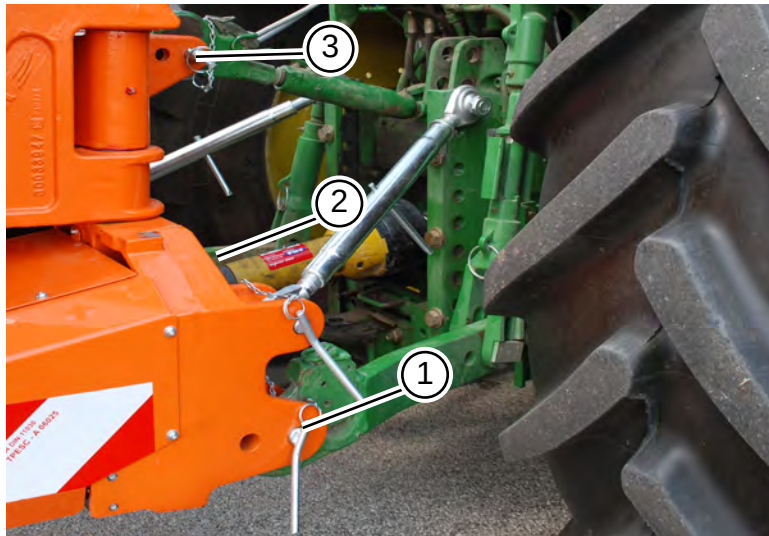

Fig. 27
- Abbassare il sollevatore. Adattare l'altezza del sollevatore all'altezza degli attacchi inferiori (1, 2, "Fig. 27").
- Collegare il sollevatore della trattoria ai due attacchi inferiori della macchina (1, 2, "Fig. 27"). Bloccare i perni con le copiglie di sicurezza.
- Lower the lifter. Adjust the height of the lift up to the lower connections (1, 2, "Fig. 27").
- Connect the lift of the tractor to the two lower joints of the machine (1, 2, "Fig. 27"). To stop the pivots with the safety copiglies.
- Baisser le 3eme point. Adapter la hauteur du soulèvement à la hauteur des accrochements inférieures (1, 2, "Fig. 27").
- Brancher le soulèvement du tracteur aux deux accrochements inférieurs de la machine (1,2, "Fig. 27"). Bloquer les pins avec la goupille de sécurité.
- Den Hub zu senken. Die Höhe des Aufzugs bis zu den unteren Anschlüssen anzupassen (1, 2, "Fig. 27").
- Der Hub des Traktors auf die beiden unteren Gelenkeanschlüsse der Maschine (1, 2, "Fig. 27") zu verbinden. Sperren Sie die Bolzen mit Federstecker.
- Bajar el levantador. Adaptar la altura del levantador a la altura de las conexiones inferiores (1,2 "Fig. 27").
- Conectar el levantador del tractor a los dos enganche inferiores de la maquina (1,2, "Fig. 27"). Parar los pernos con el copete de seguridad.
- Baixar o elevador. Ajustar a altura do elevador à altura dos elos inferiores (1, 2, "Fig. 27").
- Ligar o elevador do trator às duas conexões inferiores da máquina (1, 2, "Fig. 27"). Fechar os pinos com as cavilhas de segurança.